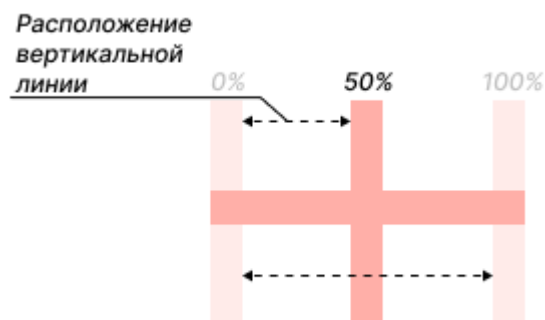

Рис. 181 Расположение вертикальной
- Расположение вертикальной линии – значение может быть задано в диапазоне 0 – 100% с шагом 1%. Изменение значения от 0% до 100% перемещает вертикальную линию слева направо, см. Рис. 181.